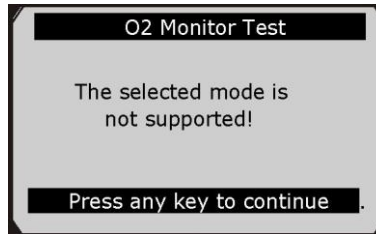

Рисунок 5-25
- Если автомобиль не поддерживает этот режим, на дисплее появится информационное сообщение. См. рисунок 5-25